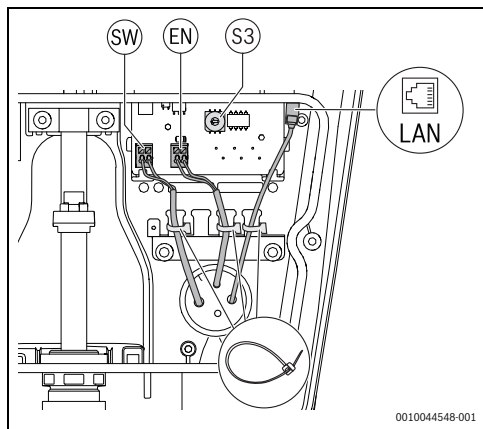

Fig. 112 Collegamenti delle interfacce interne opzionali
- Collegare uno sgancio remoto per l'interruttore differenziale a monte o una ditta specializzata al SW di uscita digitale (→ Fig. 112, capitolo 4.2, pagina 105, [1]).